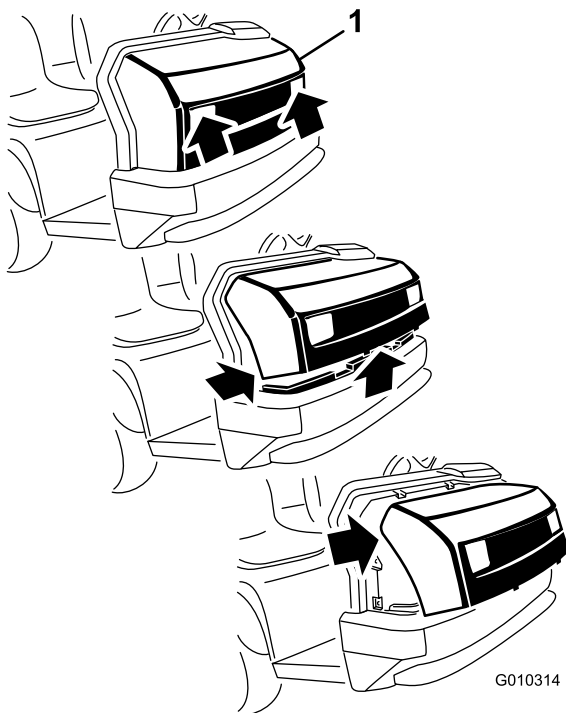

Figura 28
1. Sujete el capó por los orificios de los faros y levántelo para poder liberar las pestañas de montaje inferiores de las ranuras del bastidor (Figura 28).
2. Gire hacia arriba la parte inferior del capó hasta que pueda retirar las pestañas de montaje superiores de las ranuras del bastidor (Figura 28).
3. Gire hacia adelante la parte superior del capó y desenchufe los conectores de cables de los faros (Figura 28).
2. Introduzca las pestañas de montaje superiores en las ranuras del bastidor (Figura 28).
3. Introduzca las pestañas de montaje inferiores en las ranuras del bastidor (Figura 28).